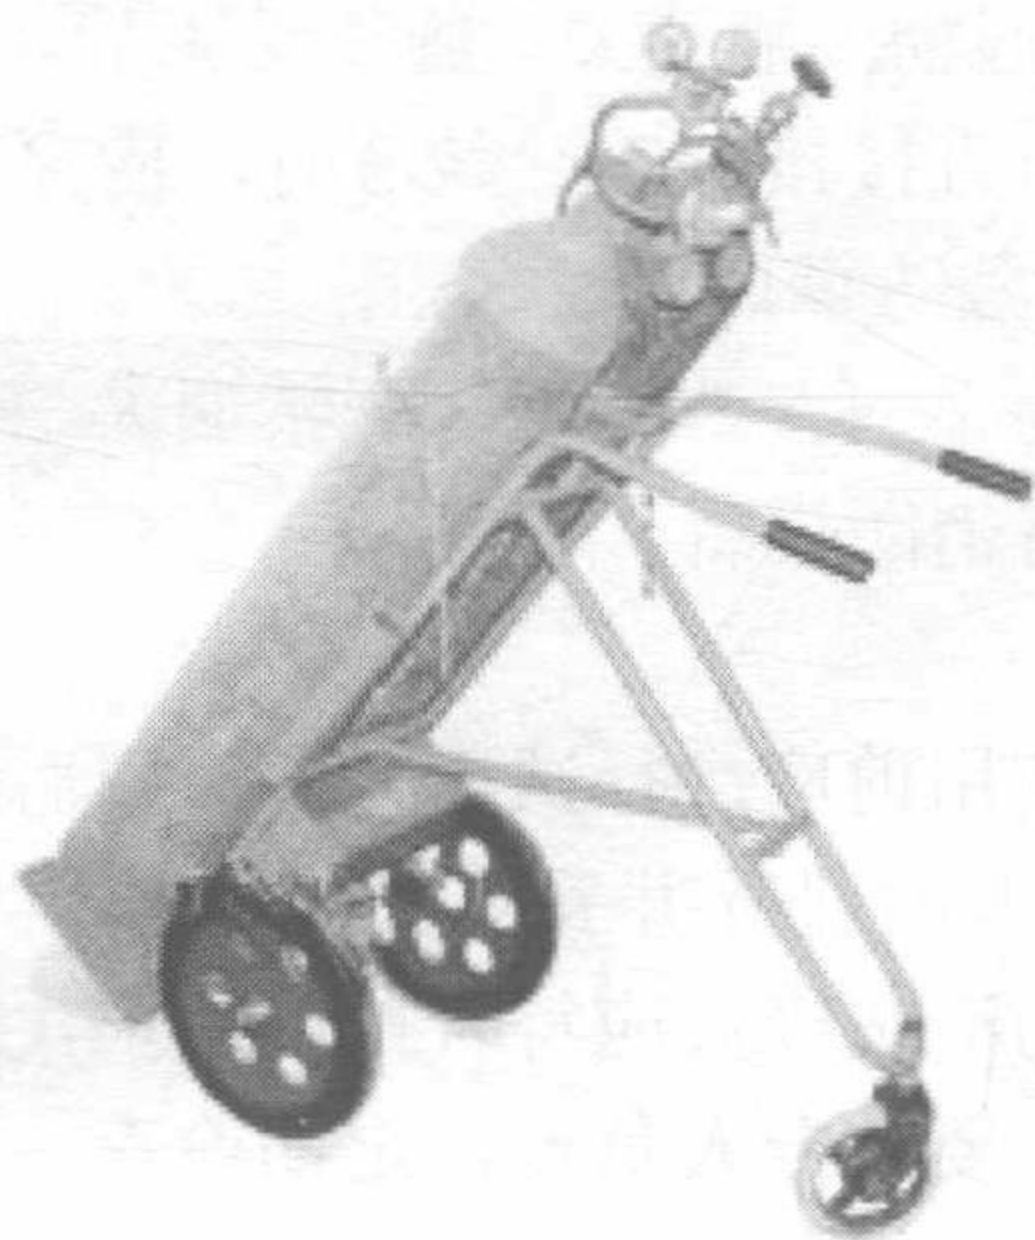

图 1-1 氧气瓶车
① 工作前要先将工作场地清理干净，以免妨碍工作或引发火灾，并认真检查所使用的工具、机具状况是否良好，连接是否牢固。
② 进行校正作业或使用车身校正台时应正确夹持、固定、牵制，选用适合的顶杆、拉具、夹具，并选择安全的站立位置，谨防物件弹跳伤人。
③ 使用折床、点焊机、电焊机时，必须事前检查各种设备线路接地情况，确认无异常情况，方可按操作程序开动使用。
④ 电焊条要干燥、防潮，工作时应根据工件大小选择适当的电流及焊条，电焊作业时，操作者要戴面罩及劳动防护用品。
⑤ 焊补油箱、油管时，必须放净燃油，并用高压蒸气彻底清洗，确认无残留油气后，拆除螺栓，打开通气孔才能谨慎施焊。如无清洗条件不得焊补油箱。焊补密封容器应预先开好通气孔。
⑥ 氧气瓶、乙炔气瓶要放在离火源较远的地方，不得在太阳下曝晒，不得撞击，所有氧焊工具不得沾上油污、油漆，并要定期检查焊枪、气瓶、表头、气管是否漏气。
⑦ 搬运氧气瓶及乙炔气瓶时必须使用专门搬运小车（图1-1），切忌在地上拖拉。